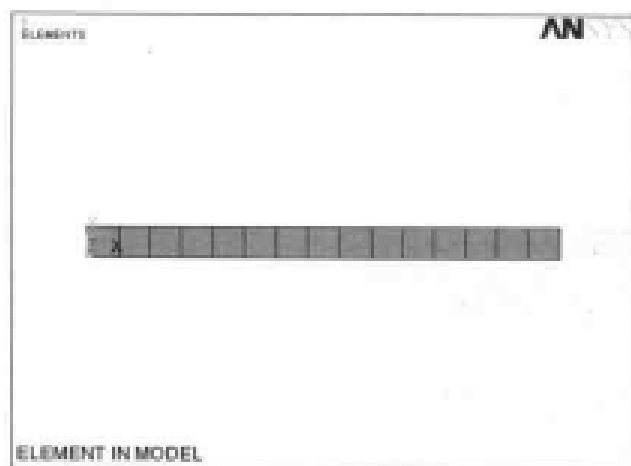

图 13-60 网格划分结果显示
(8) 选择 Main Menu | Preprocessor | Numbering Cntrls | Compress Numbers 命令, 出现 Compress Numbers 对话框, 在 Label Item to be compressed 下拉列表框中选择 All 选项, 单击 OK 按钮关闭该对话框。
(9) 选择 Utility Menu | File | Change Title 命令, 出现 Change Title 对话框, 在文本框中输入 ELEMENT IN MODEL, 单击 OK 按钮关闭该对话框。
(10) 选择 Utility Menu | Plot | Elements 命令, ANSYS 显示窗口显示网格划分结果, 如图 13-60 所示。
(11) 选择 Utility Menu | File | Save as 命令, 出现 Save Database 对话框, 在 Save Database to 文本框中输入 exercise31.db, 保存上述操作过程, 单击 OK 按钮关闭该对话框。